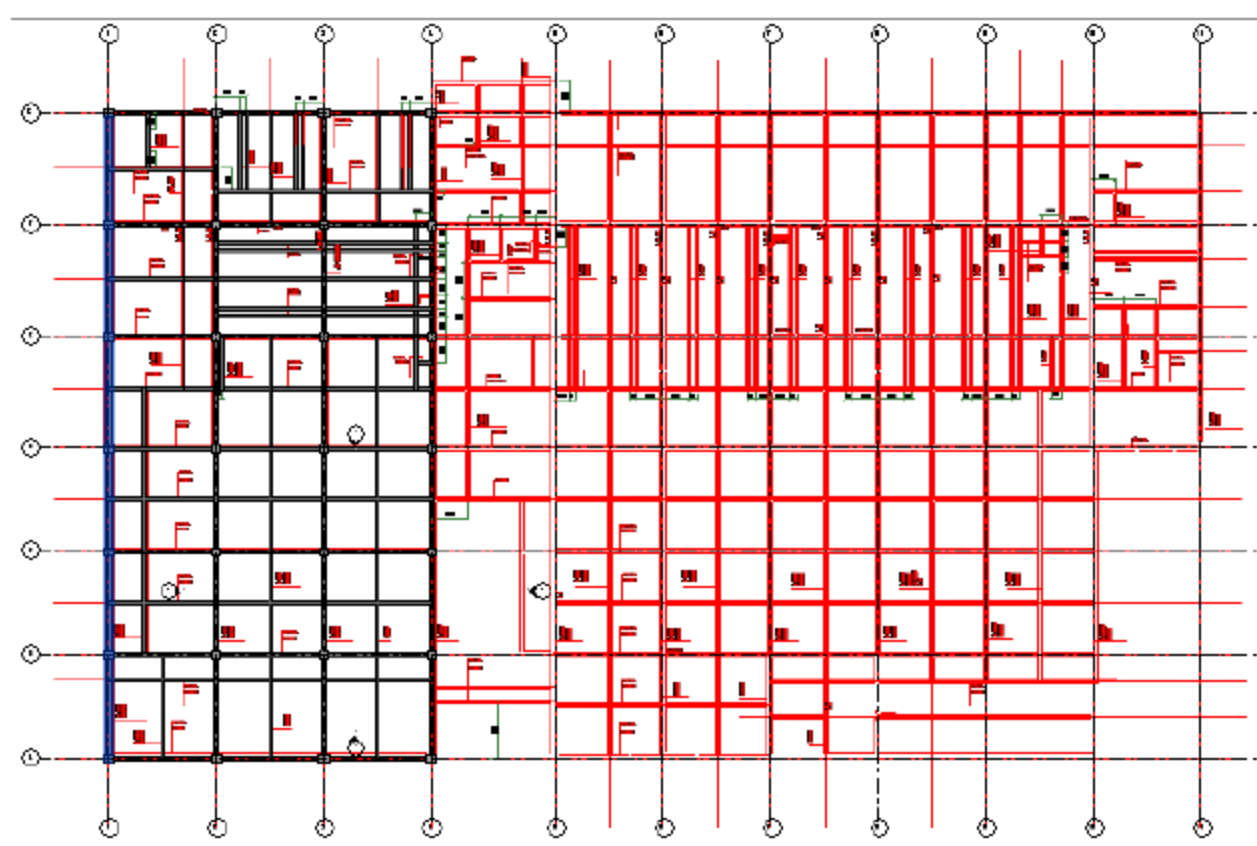
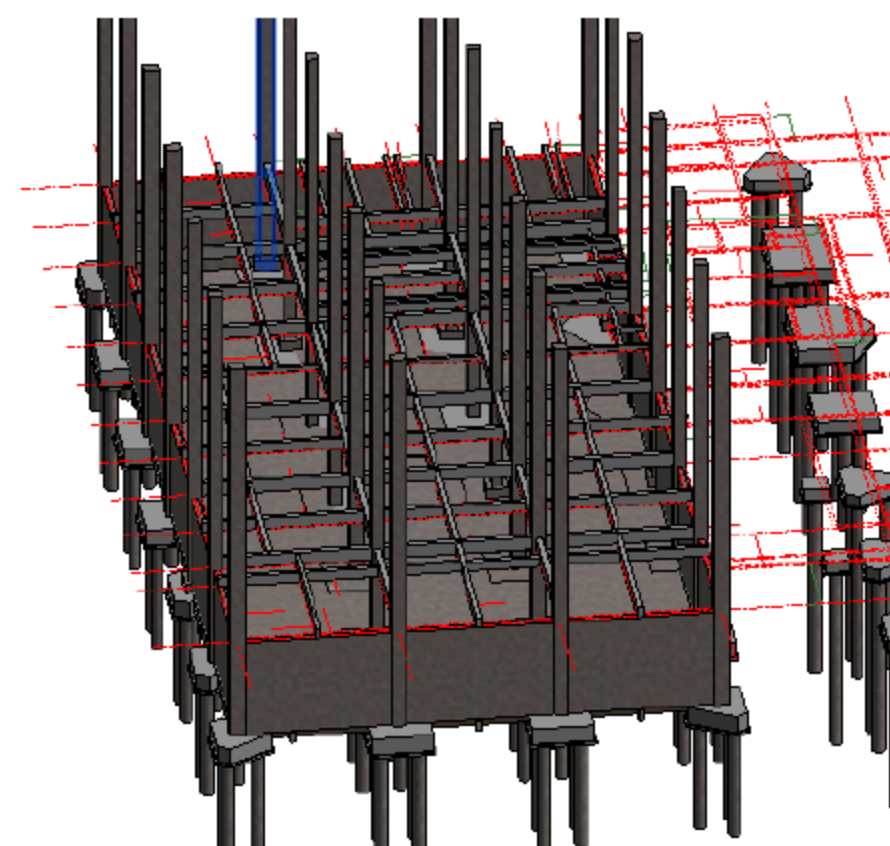

图 3.2.55 一层框架梁平面
图 3.2.56 一层框架梁模型
(2) 核查信息。对打开的地下室一层框架梁 KL 模型核查信息，保证在信息完全正确后方可进行下一步绘制，如图 3.2.55 和图 3.2.56 所示。